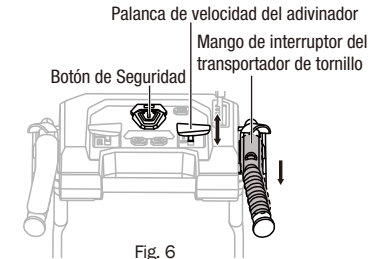

Fig. 6
2. Presione el botón de encendido y sujete la manija del interruptor de la barrena para enganchar la barrena (Fig. 6).